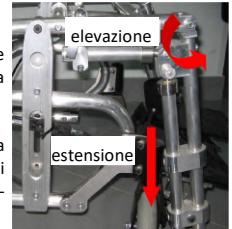

fig. 7: Meccanismo elastico di estensione
A) Controllare il funzionamento del meccanismo elastico di elevazione dei poggiatesta come segue: tenere ferma la struttura con una mano ed alzare con l'altra i poggiatesta dall'estremità (fig. 7).
B) Controllare il funzionamento del meccanismo elastico di estensione dei tubi poggiatesta come segue: tenere ferma la struttura con una mano ed applicare con l'altra una forza sui poggiatesta verso il basso (fig. 7). Verificare che lo scorrimento sia lineare e senza contraccolpi.